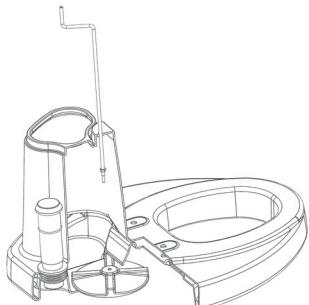

рис. 4
7. Установите гайку на место (рис. 4).